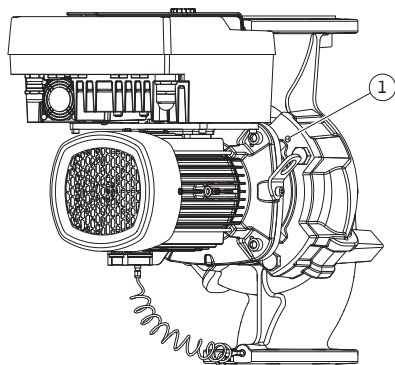
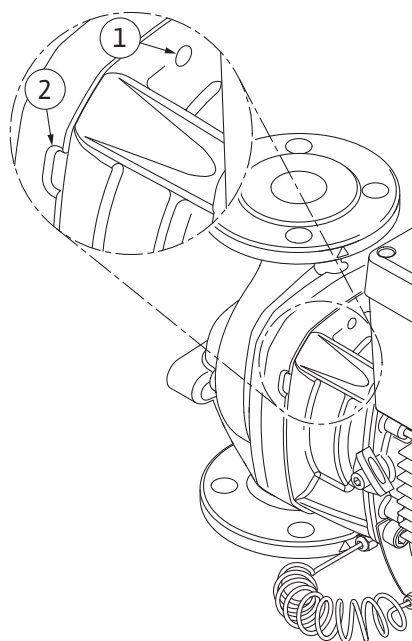

Fig. 103: Siseosakomplekti vajutamine üle keermeavade
Fig. 104: Keermestatud avad ja pilu siseosakomplekti mahasurumiseks pumbakorpuselt
11. Vabastage polt (Fig. I/III, pos. 10, Fig. II/IV, pos. 29), mis hoiab rõhkude vahe anduri hoideplaati. Tõmmake rõhkude vahe andur (Fig. I, pos 8) koos hoideplaadiga kõrvale ja jätke rõhumõõdetorudele (Fig. I, pos 7) rippuma. Lahutage rõhkude vahe anduri ühenduskaabel elektroonikamoodulilt või vabastage pistikühenduselt ja tõmmake ära.
12. Vabastage pumbatüübil (Fig. III, IV) poldid (pos 29). Kasutage kahte kõrvalolevat keermeava (Fig. 103, pos 1) ja sobivaid kohapeal olemasolevaid polte (nt M10 x 25 mm). Vajutage siseosakomplekt pumbakorpuselt maha. Kasutage pumbatüübil (Fig. I ja Fig. II) kahte keermeava M10 (vt Fig. 104) ning sobivaid ja kohapeal olemasolevaid polte (nt M10 x 20 mm). Mahasurumiseks saab kasutada ka pilu (Fig. 104, pos 2). Kasutage selleks näiteks kahte kruvitsat kangidena. Pärast umbes 15 mm pikkust mahasurumisteedkonda ei juhi pumbakorpus enam siseosakomplekti.